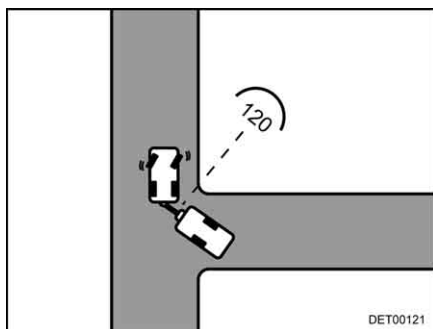

Fig. 18 Manœuvre à effectuer
- Dès que les deux véhicules se trouvent dans un angle de 120° l'un par rapport à l'autre, s'arrêter (Fig. 18).